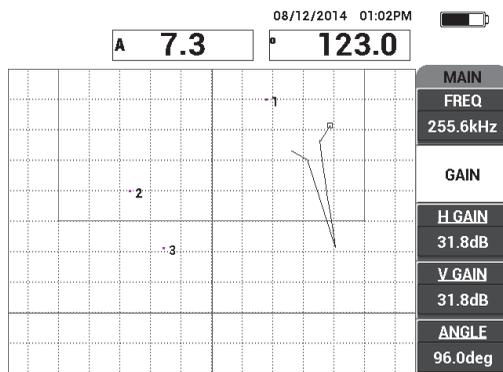

Abbildung 6-51 Geänderte VERST. für höchsten Punkt
12. Ändern Sie **VERST.** (Funktionstaste B), um den höchsten Punkt auf ca. 90 % der Bildschirmhöhe einzustellen (siehe Abbildung 6-51 auf Seite 172).